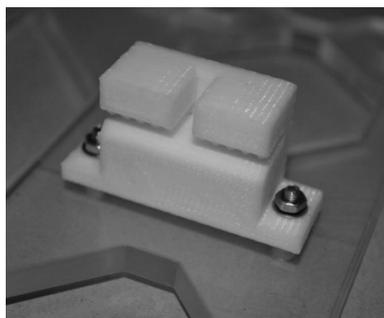

图 3-35 安装 Y Belt Holder
(1) 使用两个 M3*14 的锁紧螺钉和对应的 M3 螺母、垫片, 将 Y Belt Holder 组件安装在热床底板上, 如图 3-35 所示。